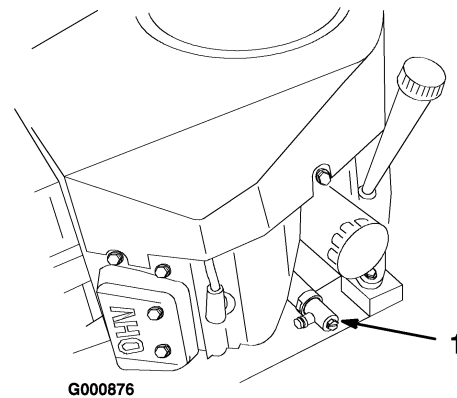

Figure 22
- Branchez le flexible de vidange au robinet de vidange d'huile (Figure 22).
- Placez un bac de vidange sous le flexible de vidange d'huile. Ouvrez le robinet de vidange avec un tournevis à lame plate, une clé de 10 mm ou 3/8 pouce (Figure 22).
- Tournez le robinet dans le sens anti-horaire pour l'ouvrir (Figure 22).
- Quand toute l'huile s'est écoulée, refermez le robinet de vidange en le tournant dans le sens horaire (Figure 22).
- Nettoyez la surface autour du bouchon de la jauge de niveau d'huile et dévissez le bouchon (Figure 22).
- Versez avec précaution environ 80% de la quantité d'huile spécifiée dans le goulot de remplissage (Figure 22) (voir Vidange de l'huile moteur et remplacement du filtre à la section Entretien du moteur, page 23).